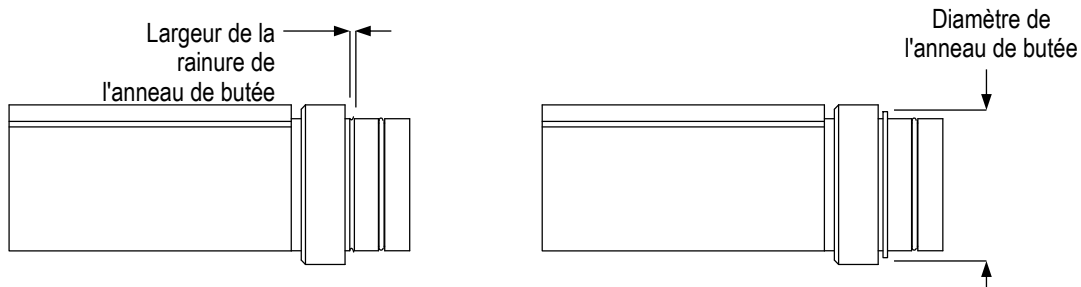

Figure 11
1. À l'aide d'un serre-frein, mesurez la largeur de la rainure de l'anneau de butée. Cf. Figure 11. Avec cette dimension, reportez-vous à la Figure 12 et 13 pour savoir quel anneau de butée utiliser.
6. À l'aide d'un serre-frein, mesurez le diamètre de l'anneau de butée. Cf. Figure 11. Prenez des mesures à plusieurs endroits différents autour de l'anneau. Si les mesures se situent dans la tolérance (pour l'anneau de butée utilisé) indiquée sur la Figure 12 et 13 on considère que les dimensions de l'outillage sont correctes. Si l'une des mesures dépasse la tolérance, reportez-vous au paragraphe 9.2 pour tout renseignement sur les possibilités d'évaluation et de réparation.
- Paragraphe 7: Modification de la référence de la figure 11 à la figure 10